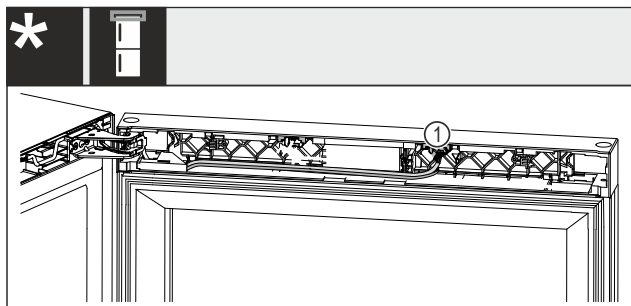

Fig. 19 Wein-Gefrier-Kombinationen
- ▶ Stecker Fig. 19 (1) aus dem Nest herausziehen.